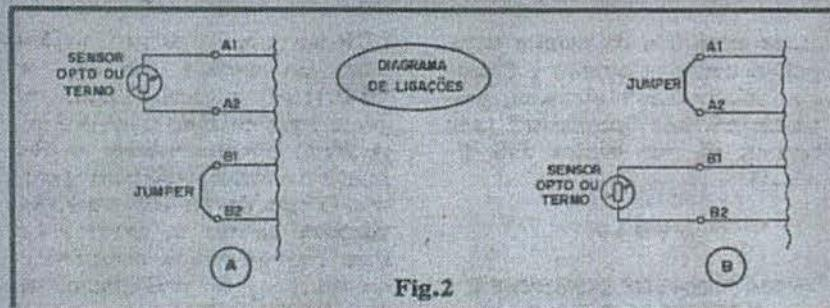
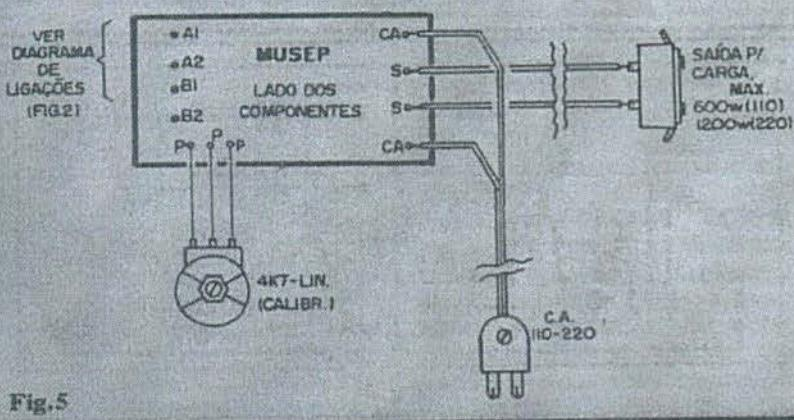

Fig.2
Fig.5
- FIG. 2 - DIAGRAMA DE LIGAÇÕES DO SENSOR - Referenciando as conexões pelos terminais A1-A2-B1-B2 do "esque-
### AINDA SOBRE OS SENSORES E JUMPERS (REF. FIG. 2)
Por óbvias razões práticas, em várias aplicações os sensores (termistor ou LDR) deverão situar-se longe da placa... Nada consta contra isso, podendo os elementos termo-resistivos ou foto-resistivos serem ligados à placa (conforme figura 2) através de pares de fios relativamente longos, sem problemas... Já os jumpers devem ser curtinhas, ficando diretamente sobre a placa (ver disposição dos pontos de ligação na fig. 5, e diagrama de ligação na fig. 2).
**- FIG. 5 - CONEXÕES EXTERNAS À PLACA** - Com exceção das conexões do sensor e do respectivo jumper (já enfatizados na fig. 2), o diagrama mostra a placa pelo seu lado não cobreado, com as devidas conexões externas... Atenção às ligações do potenciômetro (visto pela frente...) e às importantes conexões ao "rabinho" que vai à rede CA local, e à tomada de saída, onde será ligada a carga a ser comandada pelo MUSEP... Todas as conexões aos pontos S-S e CA-CA devem ser
Não deve ser preciso enfatizar que, no caso do exemplo, a configuração de conexões sensor/jumper será de FRIA LIGA (ver fig. 2).